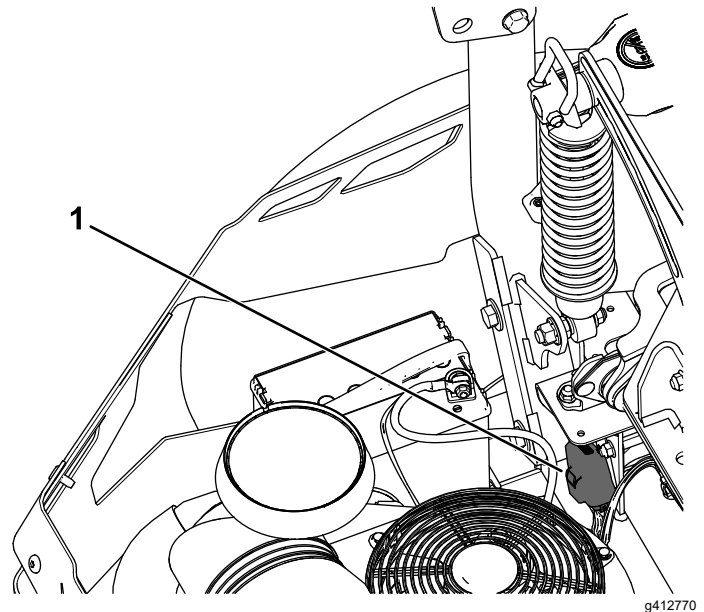

Figure 59
Les fusibles se trouvent à l'arrière, près du moteur (Figure 59).
2. Remplacez le fusible (Figure 59).